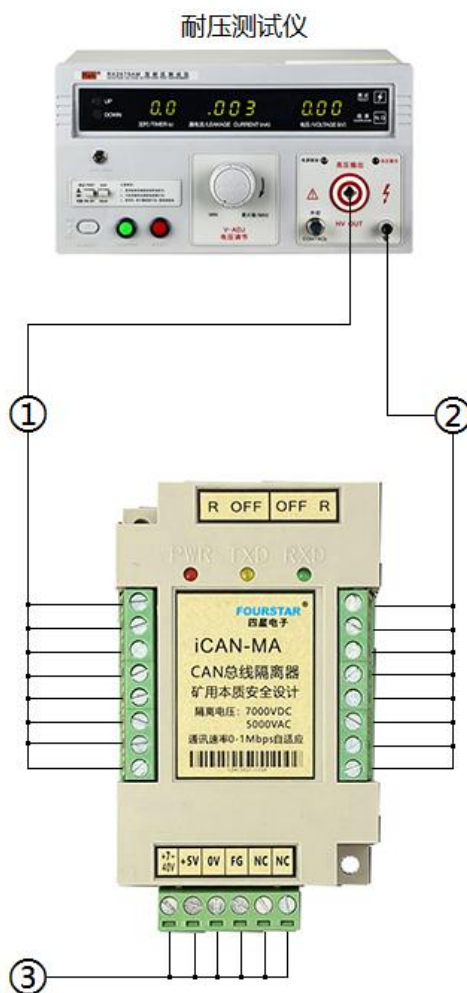

图 6-1 隔离电压测试
如图 6-1 所示，将 CAN1 口的 8 个接线端子短接成接点①，将 CAN2 口的 8 个接线端子短接成接点②，将电源端口的 6 个接线端子短接成接点③。用耐压测试仪分别测试以下最大隔离电压：
①和②之间的最大耐压为：5000VAC（交流），1 分钟无漏电流。
①和③之间的最大耐压为：4500VAC（交流），1 分钟无漏电流。
②和③之间的最大耐压为：4500VAC（交流），1 分钟无漏电流。